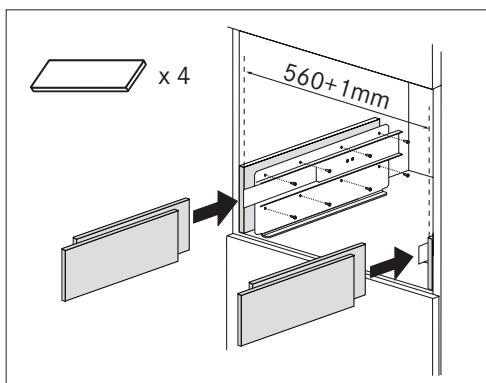

Fig. 7
- Se necessário, corrija o alinhamento do aparelho posicionando os espaçadores fornecidos por baixo ou nas laterais do suporte (Fig. 7).